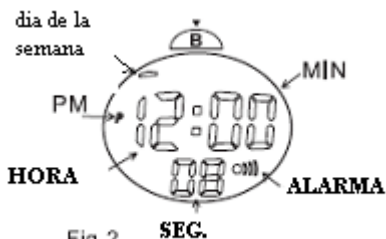

Fig.2
1. Pulsar la tecla **B** tres veces hasta que parpadean las cifras de los segundos.(fig.2)